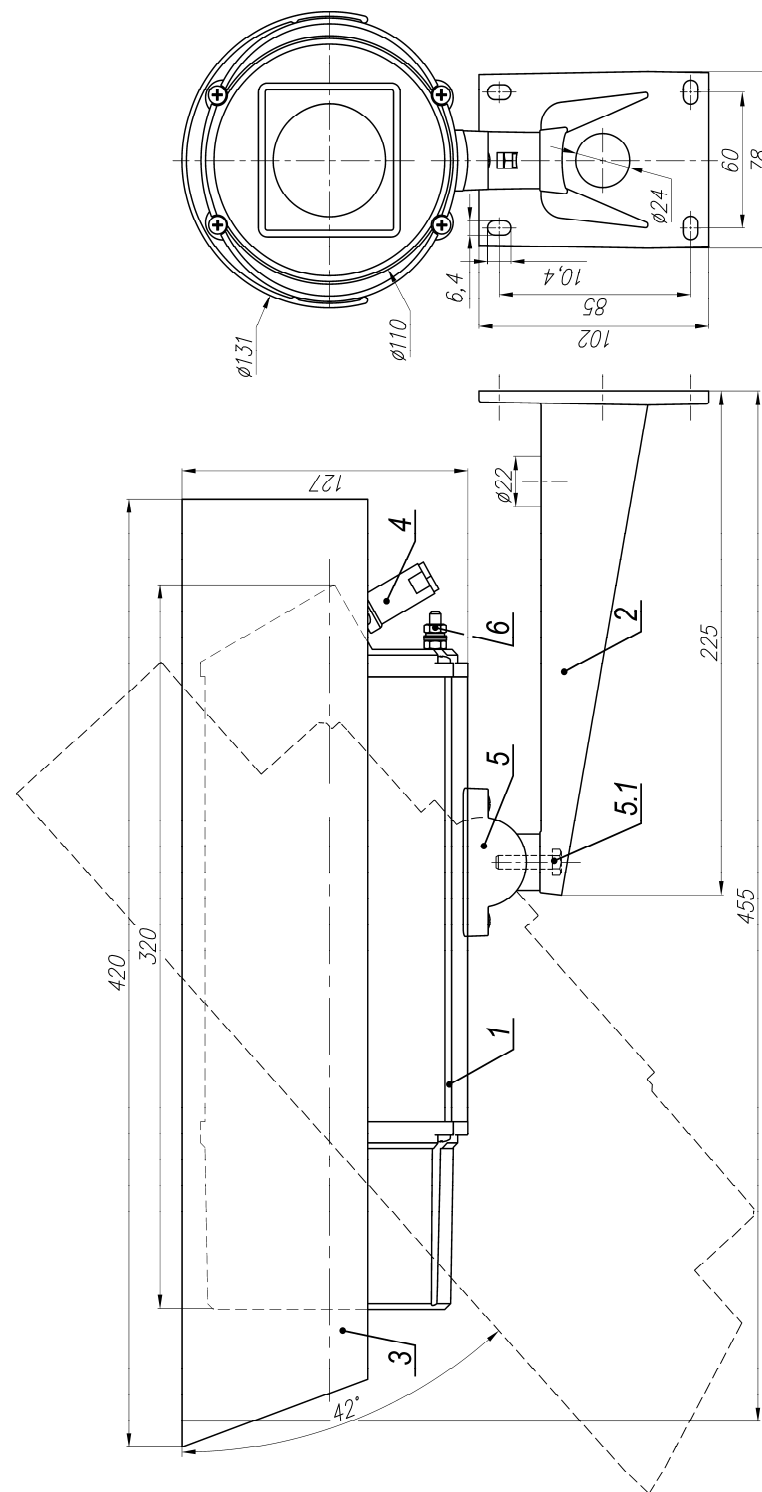

Рис.1 Состав и габаритно-установочные размеры ТВК-90 IP
3. Ослабив болт фиксации шарнира (поз.5.1 рис.1), установить гермобок на нужное направление обзора, после чего надежно зафиксировать шарнир затянув болт.
3. Заземлить гермобок с помощью болта заземления (поз.6 рис.1).
**Состав изделия:** (см. рис.1)